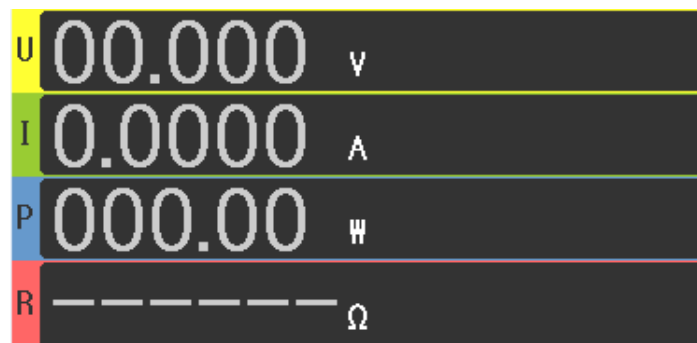

图 4-3
- U,I,P,R:如图 4-3 所示, 显示电压、电流、功率和电阻值